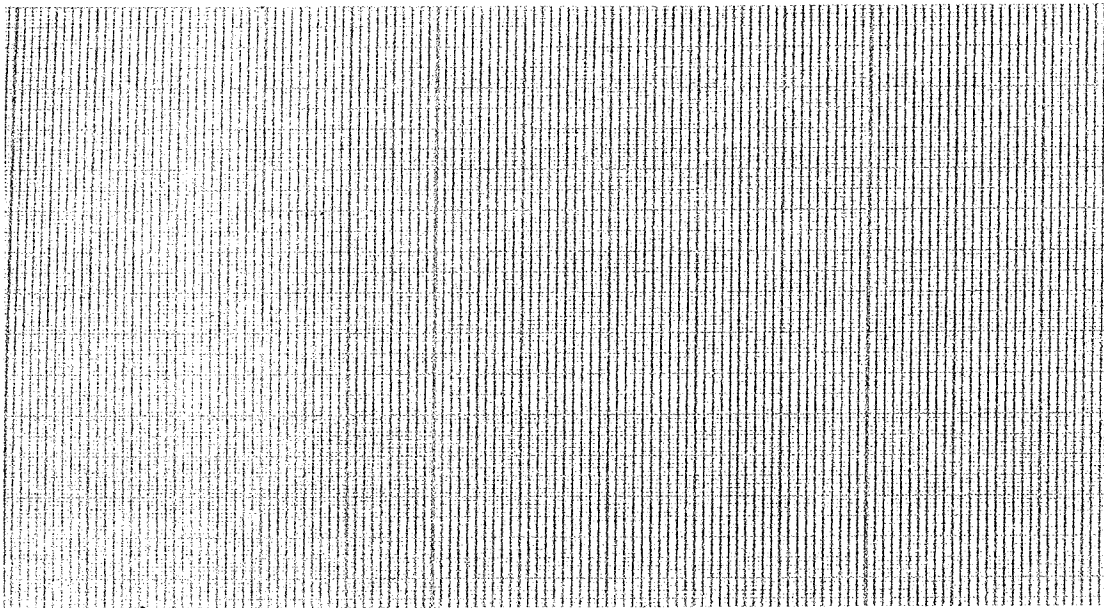

Figure 3 : Courbe dilatométrique à tracer
3. Tracer pour l'acier 21CrMoV5-7, en la commentant de manière précise, la courbe dilatométrique attendue pour un refroidissement conduisant à un acier trempé présentant une dureté de 29HRC. Utiliser la feuille millimétrée de la figure 3.